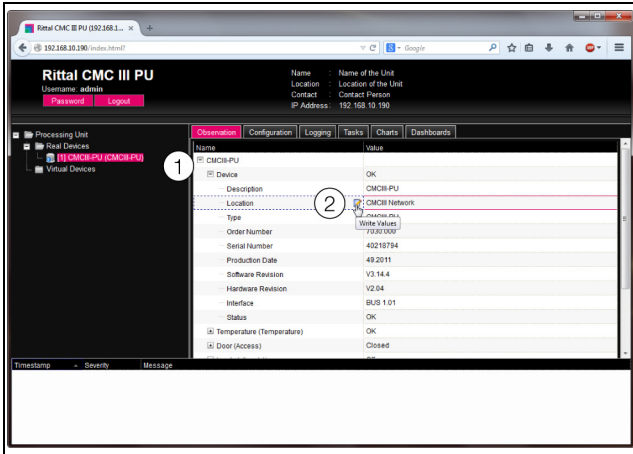

Imagen 33: Selección de un sólo parámetro
- Abra sucesivamente las entradas «CMCIII-PU» y «Device» clicando sobre el símbolo «+» junto a la entrada (imagen 33, pos. 1).
- Coloque el puntero del ratón al final de la primera columna en la línea «Location» (imagen 33, pos. 2). Aparecerá un símbolo «Edit» y el puntero del ratón se convertirá en un símbolo «Hand».